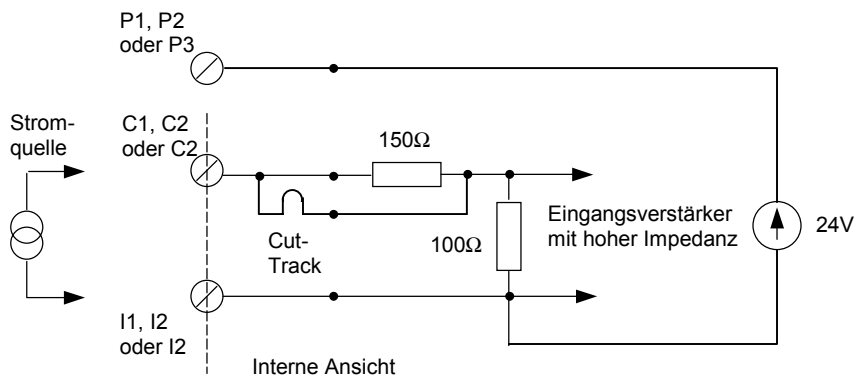

Abbildung 7-2: mA-Eingang
- Bei HART Regelkreisen, die den Hauptlastwiderstand des AI3 Moduls verwenden, muß dieser Widerstand mit einem externen seriellen Widerstand gedämpft werden. Verwenden Sie dazu einen 150Ω Widerstand in Reihe mit der C Verbindung. Unterbrechen Sie die Leiterzugverbindung, wie in Abbildung 7-2 dargestellt. Schließen Sie den Widerstand an den freien Klemmen an. Diese Dämpfung hat nur den Einfluß auf die Anwendung, daß die Eingangsüberspannung die Übersteuerungsreserve für die externen Geräte reduziert.